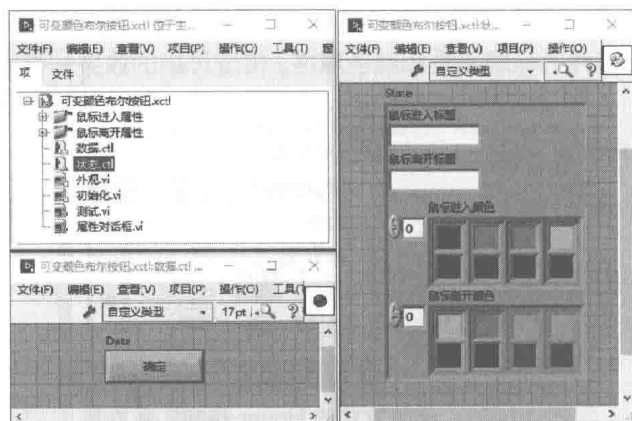

图 11-41 数据控件与状态控件
当鼠标进入和离开按钮区域时，需要改变颜色属性和标题属性。因此我们在状态控件中，定义“鼠标进入标题”、“鼠标离开标题”、“鼠标进入颜色”和“鼠标离开颜色”这四种属性，如图 11-41 所示。
需要注意的是，图 11-41 中的“超时”端子连接的是 0，表示没有其他事件发生时立即超时。同时“循环条件”端子选择的是为真时停止。因此一旦超时发生，将立即退出循环。
- ◆ Data In: 图 11-41 中自定义的数据控件。
- ◆ Display State In: 图 11-41 中自定义的状态控件。